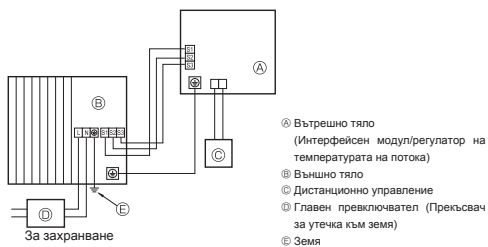
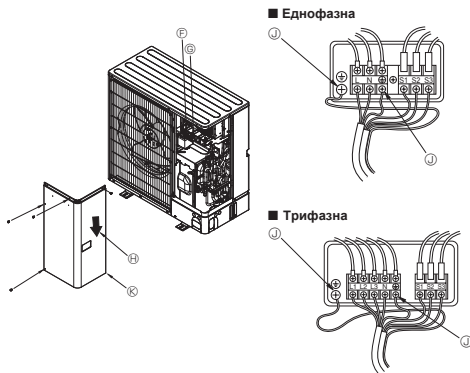

Fig. 8-1
Fig. 8-2
8.1. Външен модул (Fig. 8-1, Fig. 8-2)
- ① Отстранете сервисния панел.
- ② Опроводете кабелите, като направите справка с Fig. 8-1 и Fig. 8-2.